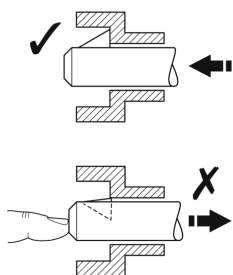

Fig. 7
3. **ASSICURARSI CHE IL PERNO SIA INSERITO CORRETTAMENTE.** Per farlo, premere con il dito sull'estremità appuntita. Se il perno non si muove, il sollevatore potrà essere usato in sicurezza (Fig. 7).